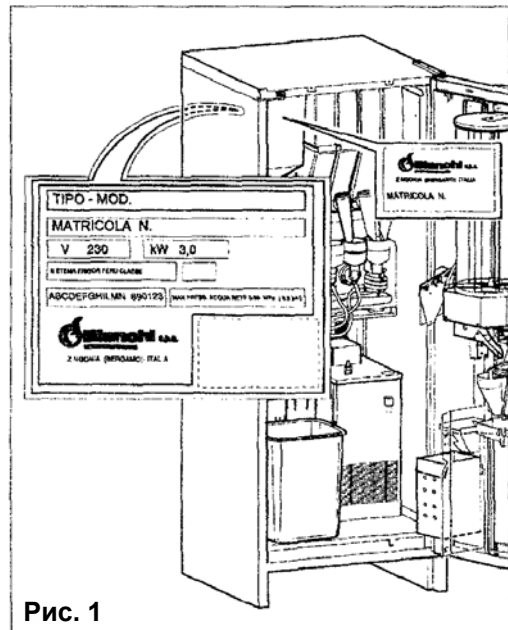

Рис. 1
- *данные, зарегистрированные на табличке с серийным номером (рис. 1)*